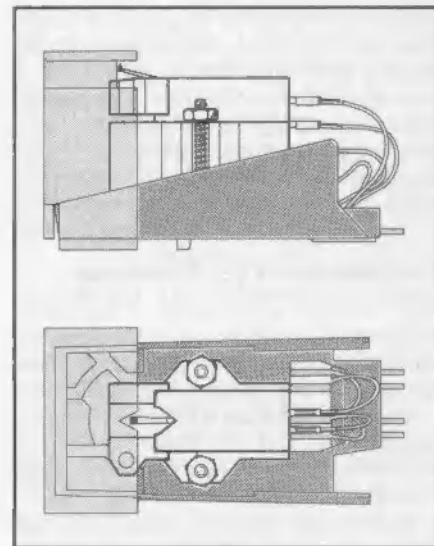

Fig. 16
1. Zur Montage des Tonabnehmersystems lösen Sie den Systemträger (4) vom Tonarm, indem Sie den Tonarmgriff (5) nach hinten drücken. Halten Sie dabei das Tonabnehmersystem fest, da es nach Öffnen der Verriegelung herunterfällt.
2. Befestigen Sie das Tonabnehmersystem unter Verwendung des dem Tonabnehmersystem beigelegten Zubehörs auf dem Systemträger. Zu beachten ist, daß das Tonabnehmersystem am geometrisch richtigen Ort im Systemträger montiert wird (Fig. 16).